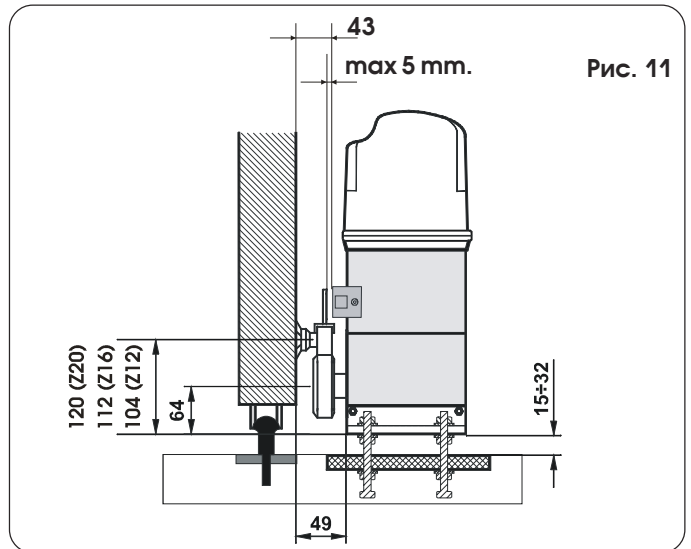

Рис. 11
- 4) Отрегулируйте высоту опор и расстояние до ворот – см. рис. 11.